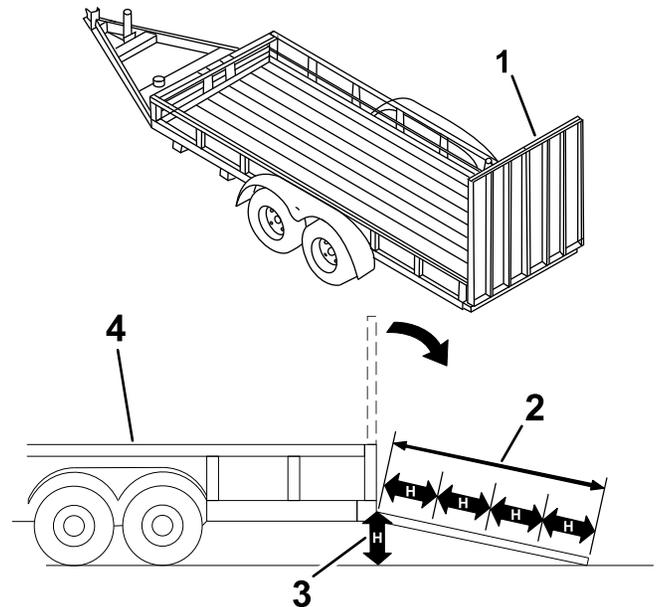

図 25
マシンをトレーラなどに搭載する作業は、機体を転倒させる危険をはらんでおり、万一そのような事故が起こると死亡事故など重大な人身事故となる 図 25。
3. ランプ板を下ろす 図 25。